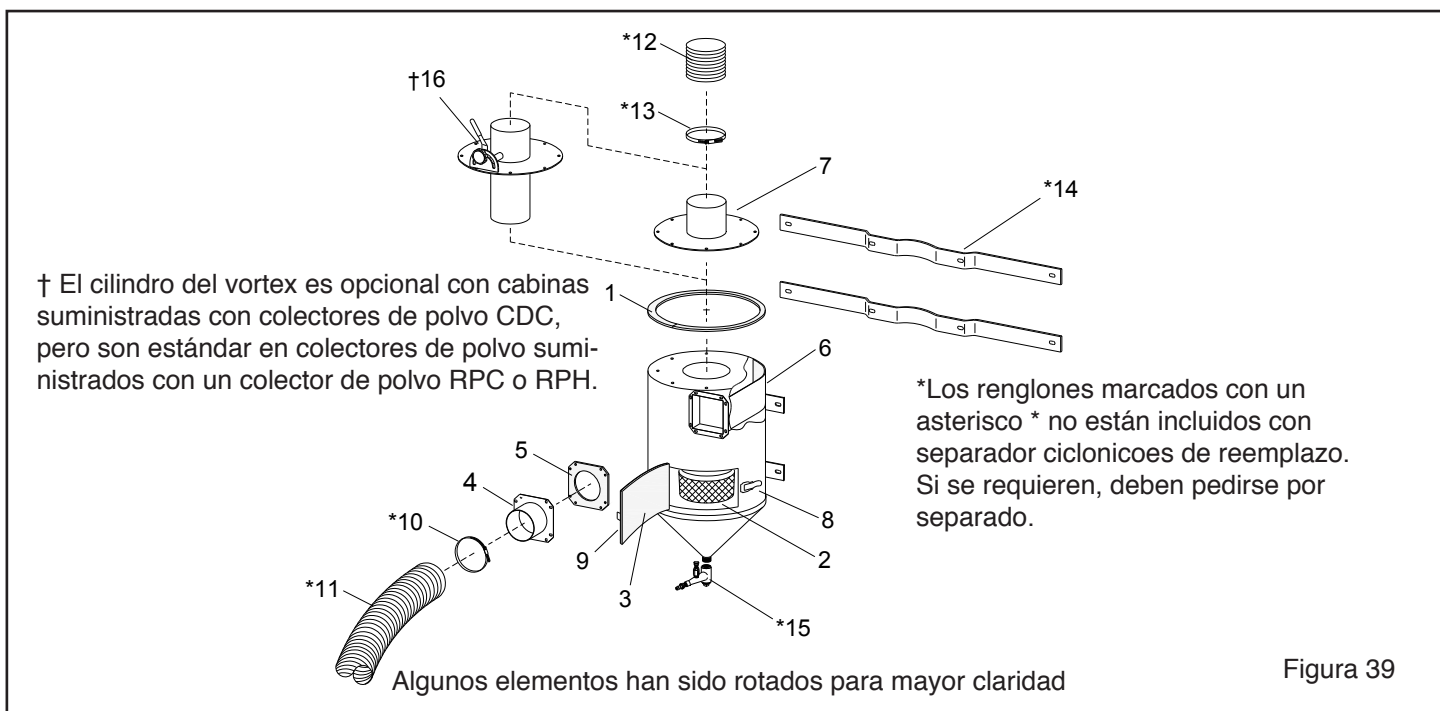

Figura 39
9.11 Piezas de repuesto para separadores ciclonicos de 300 y 600 PCM, Figura 39